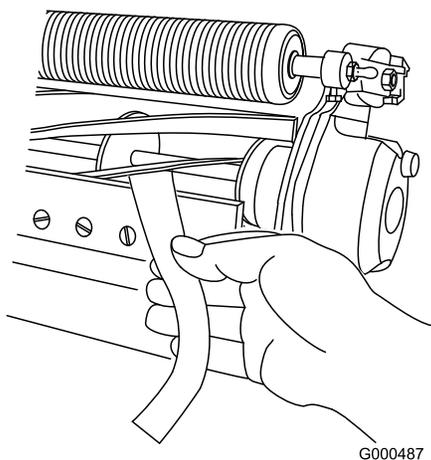

Figura 47
11. Teste o desempenho de corte inserindo uma fita comprida de desempenho de corte (Número de peça Toro 125-5610) entre o cilindro e a lâmina de corte, perpendicular à lâmina de corte (Figura 47). Lentamente rode o cilindro para a frente; deve cortar o papel